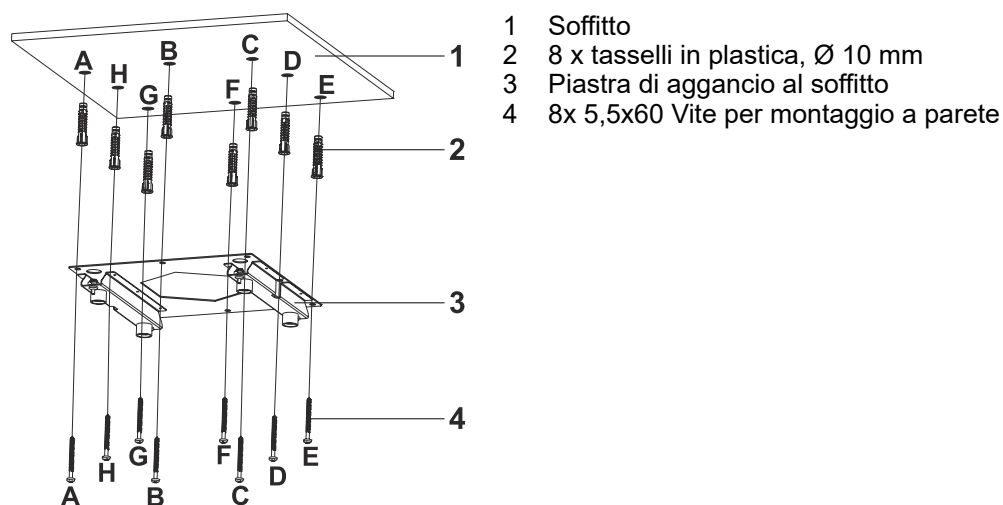

Fig. 13
1. ➤ Forare la superficie del soffitto dove verrà montato il prodotto (1) nei punti A, B, C, D, E, F, G, H con un trapano da Ø10 mm (Fig. 13).
2. ➤ Inserire i tasselli in plastica da Ø10 mm nei punti A,B,C,D,E,F,G,H (Fig. 13).
3. ➤ Montare la lamiera di collegamento al soffitto con viti 5,5x60 (4) nei punti A,B,C,D,E,F,G,H (Fig. 13).